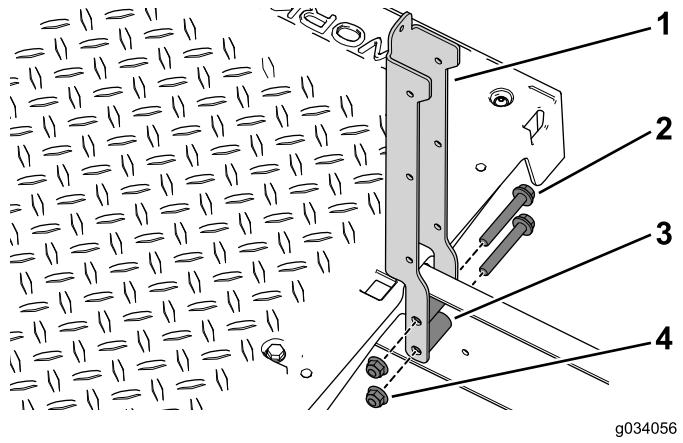

図 39
3. 左右の座席サポートを車両に固定するフランジボルト3/8 x 2-1/2 インチ4本、スペーサ、フランジナットを使う図 39。